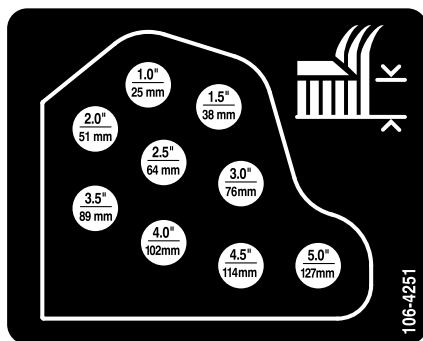

Figure 17
- Montez les chaînes de hauteur de coupe dans le trou correspondant à la hauteur de coupe voulue (Figure 17) à l'aide de l'axe de chape et de la goupille fendue.